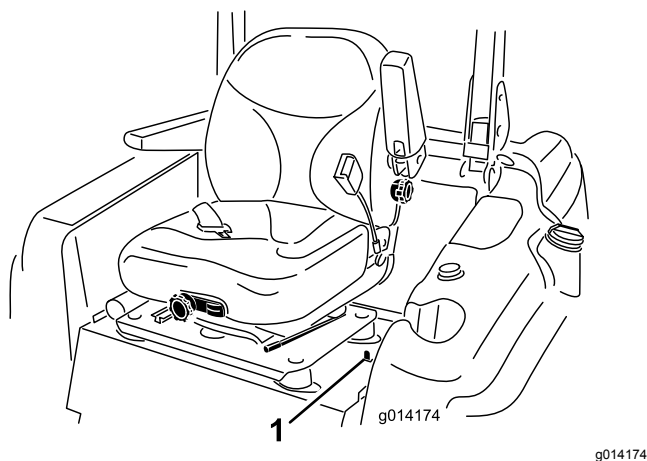

図 14
1. 運転席の左側に配置されている座席固定ラッチを後ろに倒すと、運転席全体を前に倒せるようになる(図 14)。